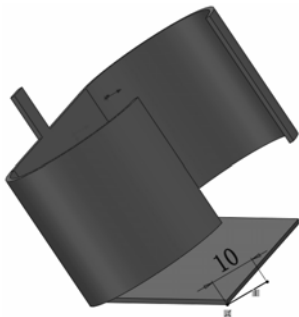

图 10-29 绘制直线草图
(1) 单击鼠标，选择如图 10-29 所示零件表面作为绘制草图基准面，绘制直线草图，直线长度为 10 mm。